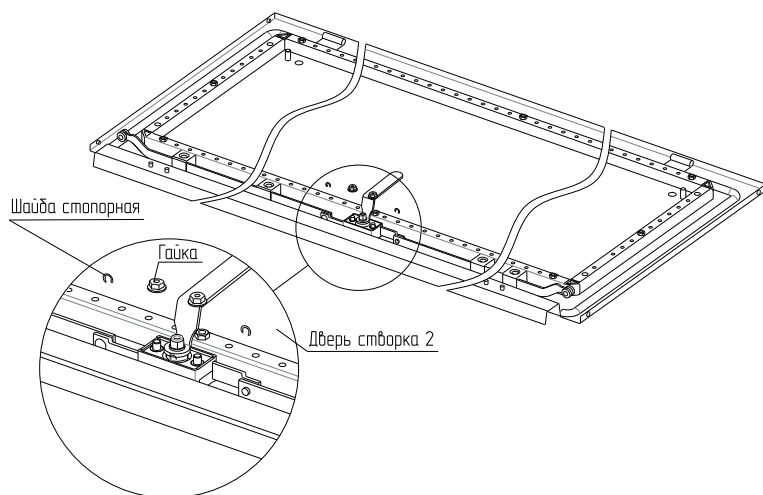

Рисунок 2
4.1.2 Установить замок на шпильки створки 2 двери, закрепить гайками М6 из комплекта, момент затяжки 4 Н·м, надеть тяги двери на направляющие замка и закрепить шайбами стопорными (рисунок 2).